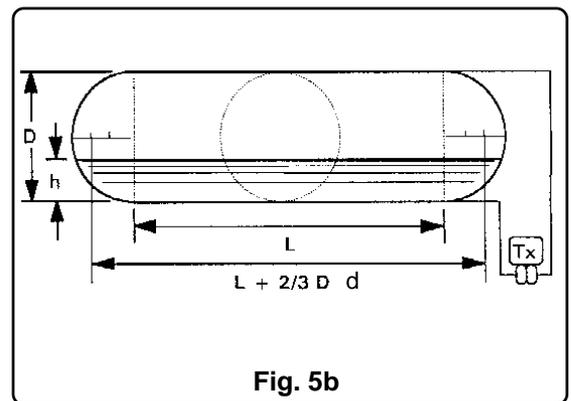

Fig. 5b
b) Tanque cilíndrico con extremos hemisféricos (ver la Fig. 5b)